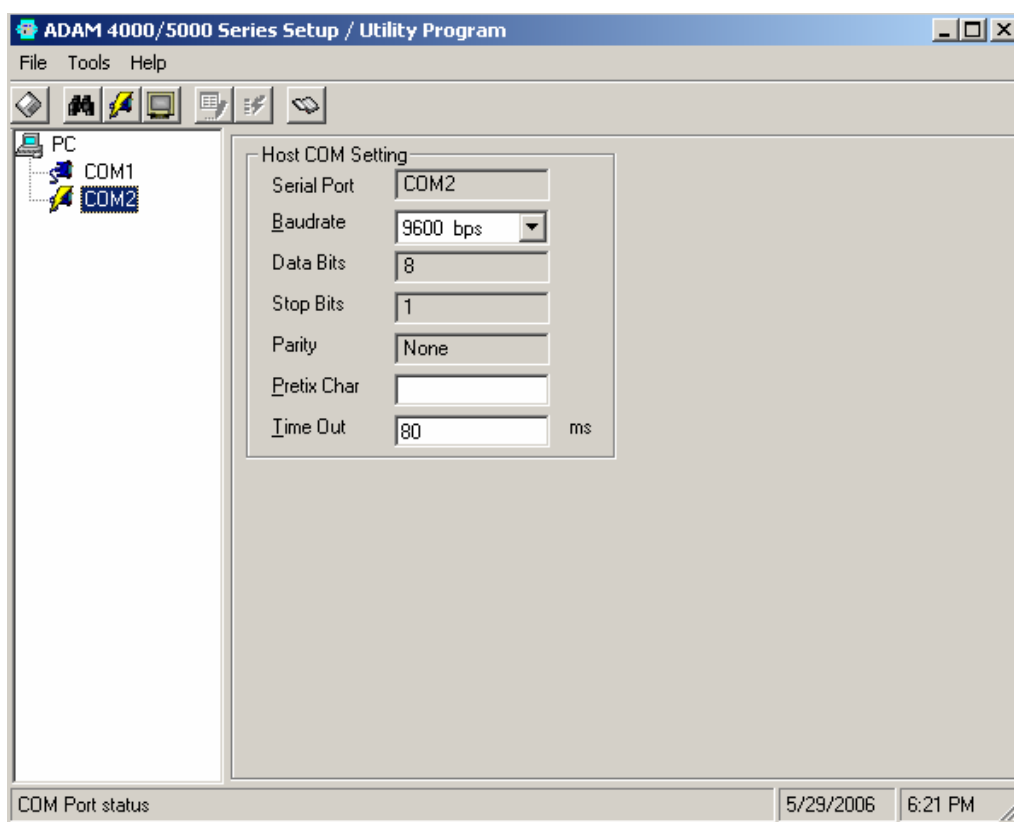
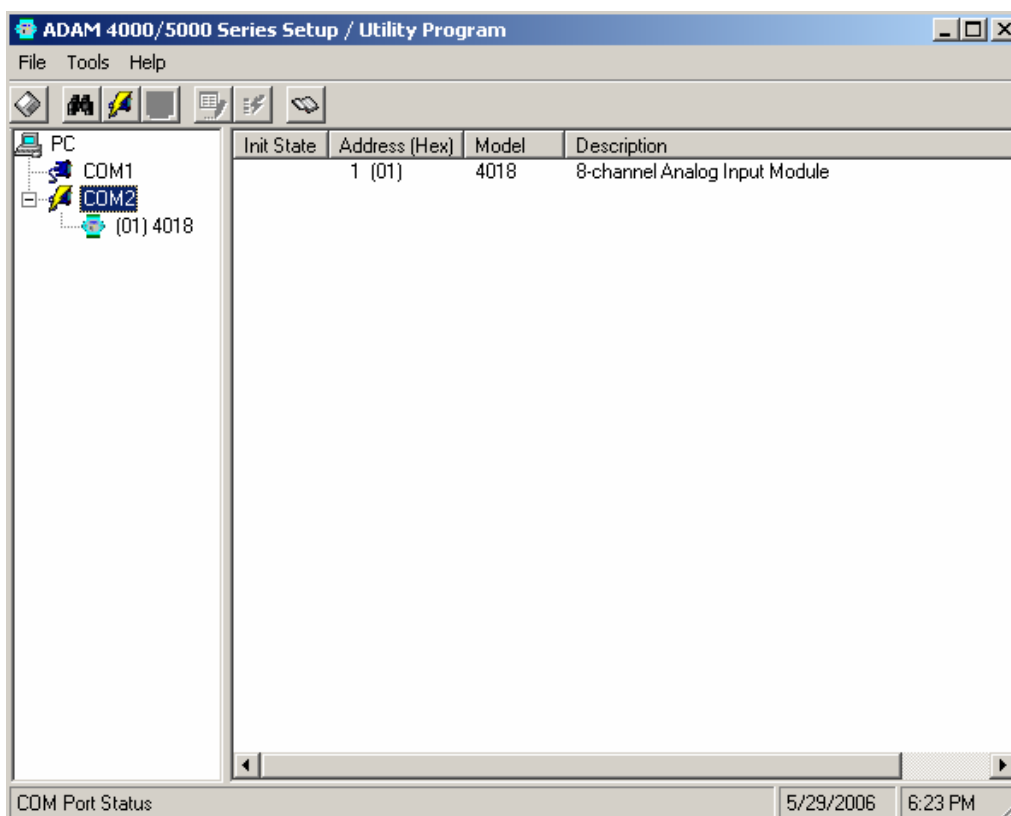

Fig.H.4. Configurarea modulului **ADAM-4018** pe portul serial **RS-232**
Fig.H.5. Configurația **Adam\_Utility** după recunoașterea modului **ADAM-4018** pe interfața serială **COM2**
- din **Programs >> Advantech Adam Utility >> ADAM Utility** se lansează în execuție aplicația **ADAM\_Utility**, pe ecranul PC-ului apărând o căsuță de dialog ca în fig.H.4; se selectează **COM2**, după care – din **Tools** – se lansează **Search**, la final obținându-se căsuța de dialog din fig.H.5, care semnifică faptul că modulul a fost recunoscut pe intrarea serială **COM2** cu adresa **1**;